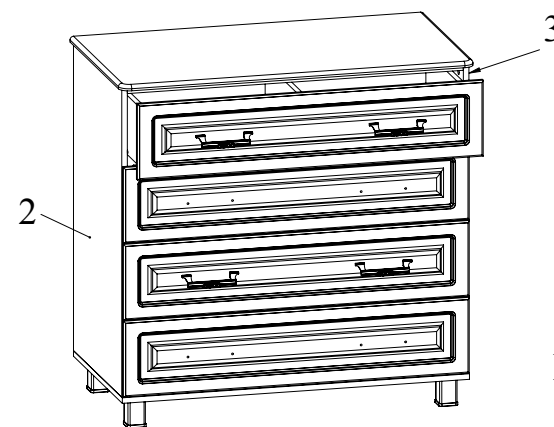

Рис.10
17. Ящики установить на направляющие боковин 2, 3 (Рис. 10).